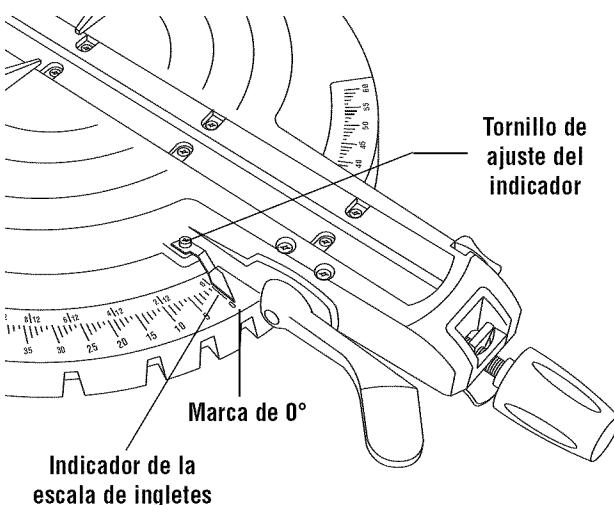

Figura 11. Ajuste de la escala de ingletes
- Afloje el tornillo Phillips que sujeta el indicador en su sitio (Figura 11).